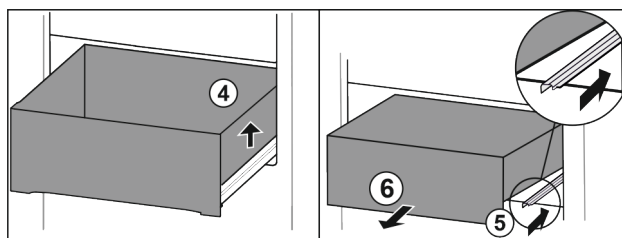

Fig. 32
- ▶ Løft skuffen til høyre. Fig. 32 (4)
- ▶ Skyv inn høyre skinne. Fig. 32 (5)
- ▶ Ta ut skuffen framover. Fig. 32 (6)